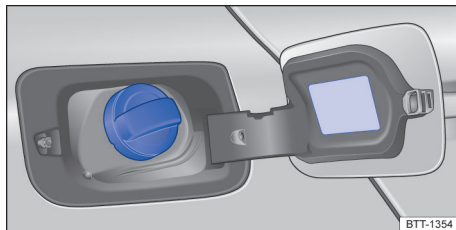

Fig. 177 Portinhola do tanque de combustível aberta com a tampa engatada nela.
- Remova a portinhola do tanque no sentido anti-horário e o engate na parte superior da tampa → Fig. 177.
O tipo de combustível utilizado pelo veículo está no adesivo situado na face interna da tampa do tanque de combustível → Fig. 177.